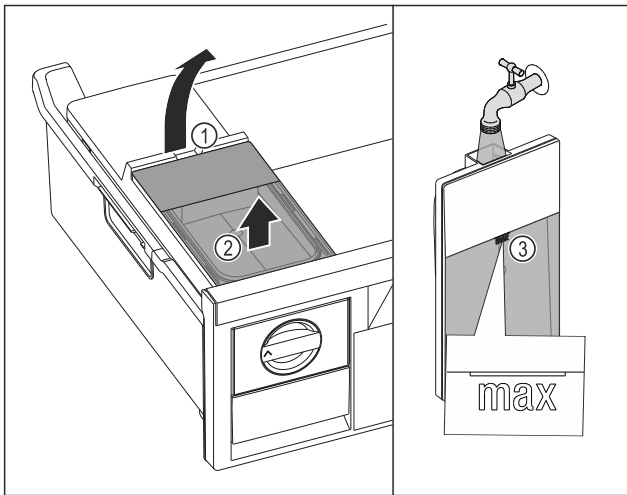

Fig. 71
- ▶ Watertank aan de uitsparing Fig. 71 (1) optillen.
- ▶ Watertank naar boven toe verwijderen. Fig. 71 (2)
- ▶ Watertank tot de markering Fig. 71 (3) vullen met drinkwater.